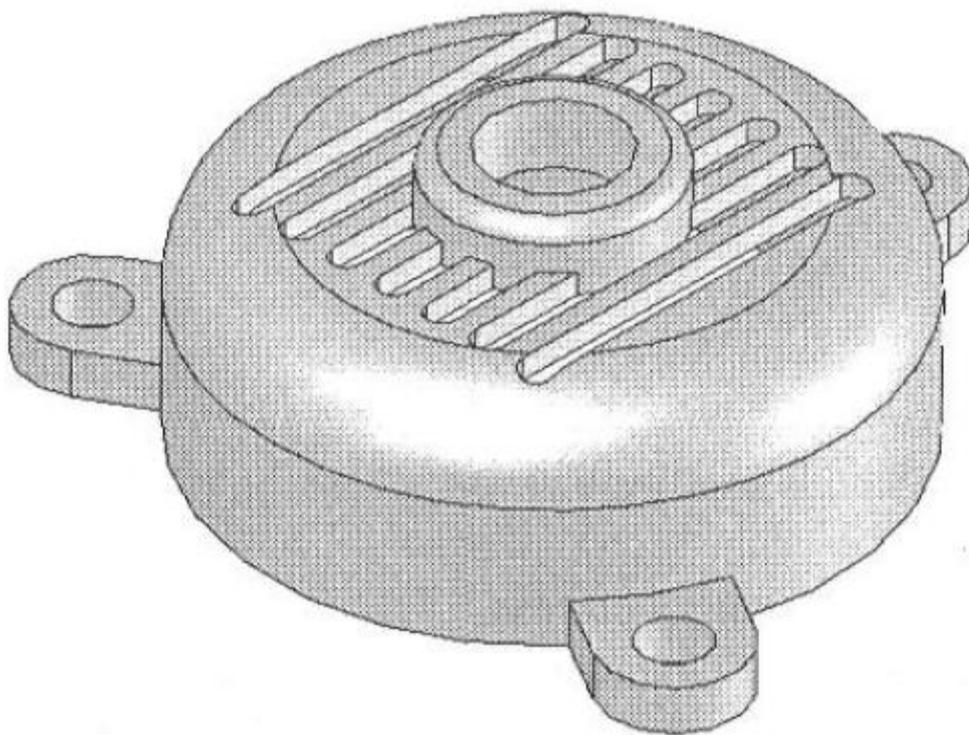

Рис. 4.36. Готовая модель
2. Щелкните правой кнопкой мыши, чтобы вызвать контекстное меню, и выберите пункт меню **Unsuppress** (Высветить). Погашенные элементы будут восстановлены в модели. Готовая модель, полученная после восстановления всех погашенных элементов, приведена на рис. 4.36.